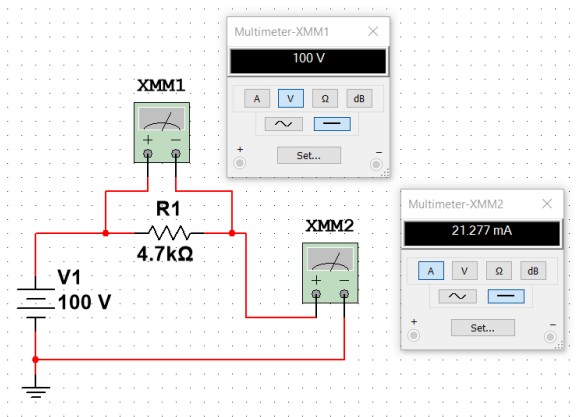

Рис. 5.7
1. Зібрати схему, подібну до рис. 5.7. Значення опору резистора може будь-яким.